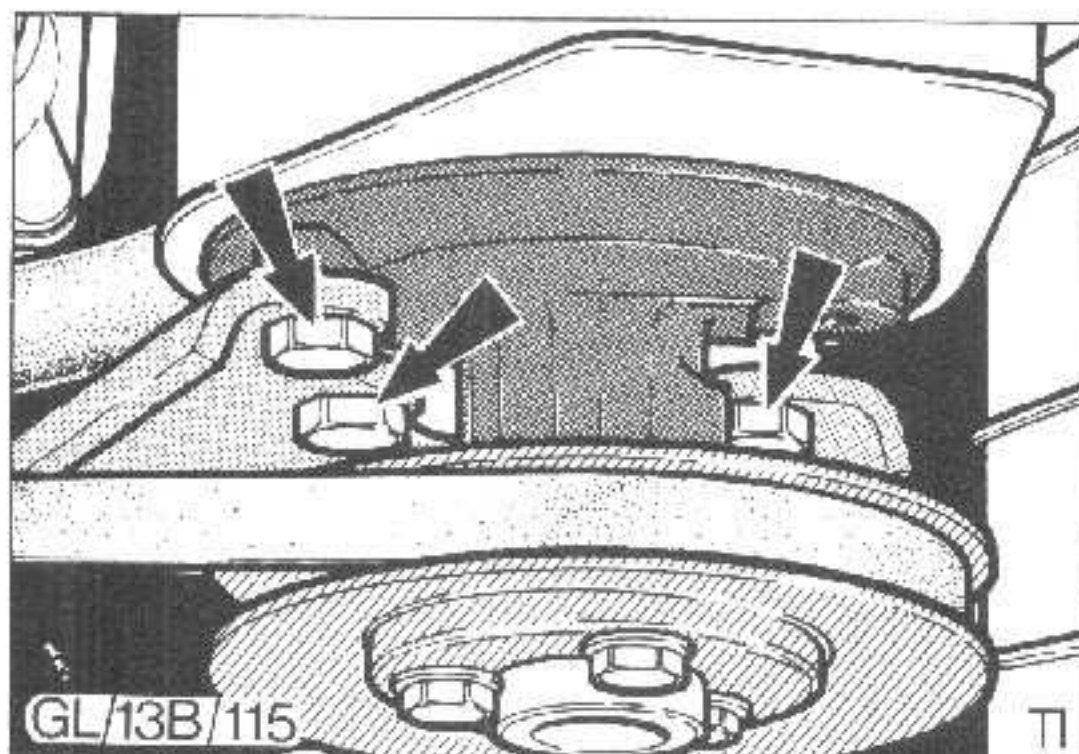

Abb.50 Befestigungsschrauben der Ölpumpe
5. Pumpe aus der Halterung nehmen, Abb.50.